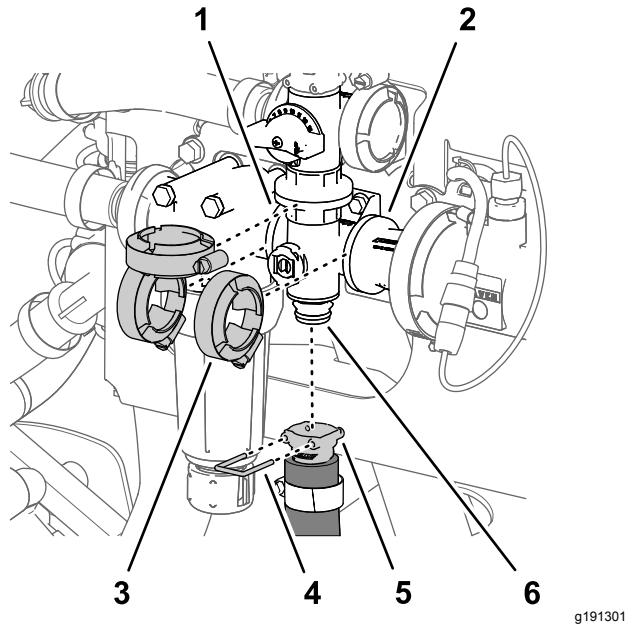

Figura 110
1. Retire la grapa que sujeta el acoplamiento rápido de la manguera de agitación al distribuidor de la válvula de agitación (Figura 110).
- Retire las 3 bridas de fijación que sujetan el distribuidor de la válvula de agitación a las bridas de la cabeza del filtro de presión y el adaptador de acoplamiento (Figura 110).